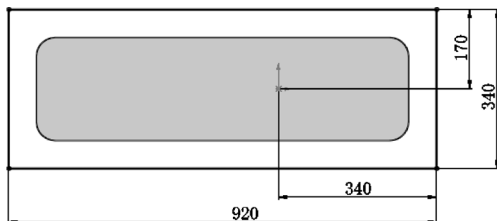

图 9-38 绘制矩形
**①** 绘制矩形。选择菜单栏中的“工具”→“草图绘制实体”→“矩形”命令，或单击“草图”控制面板中的“边角矩形”按钮，绘制装配凸缘的矩形轮廓并标注尺寸，如图 9-38 所示。